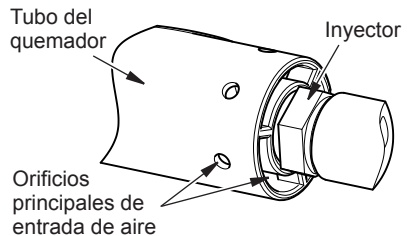

Figura 39 - Quemador y soporte del inyector
2. Inspeccione el quemador, el piloto y los orificios de entrada de aire principales del inyector en busca de polvo y suciedad (consulte Figura 39).